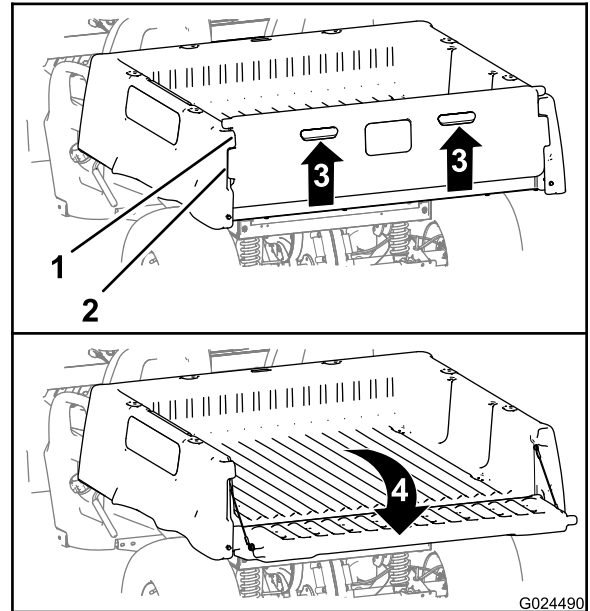

Figure 14
2. Passez les doigts dans les poignées du hayon pour le soulever (Figure 14).
3. Alignez les bords de verrouillage du hayon sur les ouvertures entre les bords de verrouillage du plateau de chargement (Figure 14).
4. Faites pivoter le hayon vers l'arrière et le bas (Figure 14).
6. Faites pivoter le hayon vers le haut et l'avant jusqu'à ce que les bords de verrouillage soient au niveau du creux dans le plateau de chargement (Figure 14).
7. Abaissez le hayon jusqu'à ce qu'il soit de nouveau engagé à l'arrière du plateau de chargement (Figure 14).